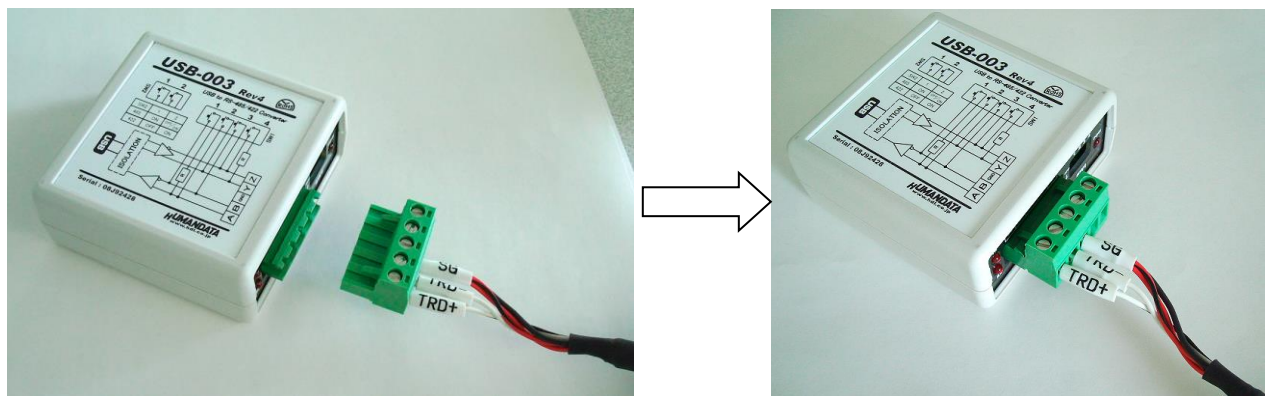

図 4-3-2C
- コネクタは分割式になっていますので本体から取り外してケーブルを接続後、元通りに取り付けて下さい。(図4-3-2C)